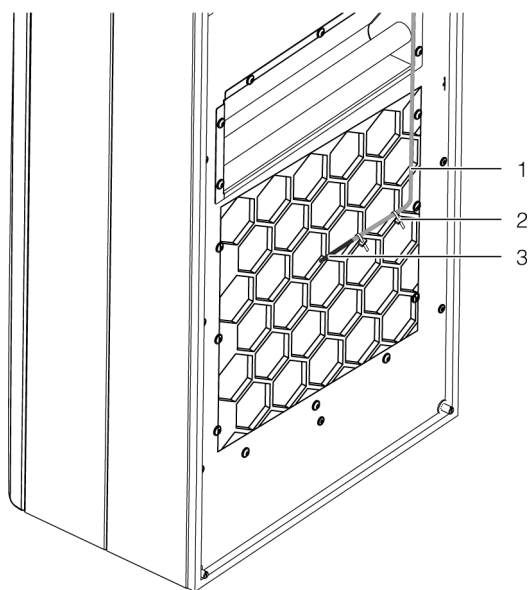

Imagen 23: Sensor térmico delante de la salida de aire frío (imagen de ejemplo)
- Sitúa el sensor térmico en el centro de la salida de aire frío del refrigerador (imagen 23).